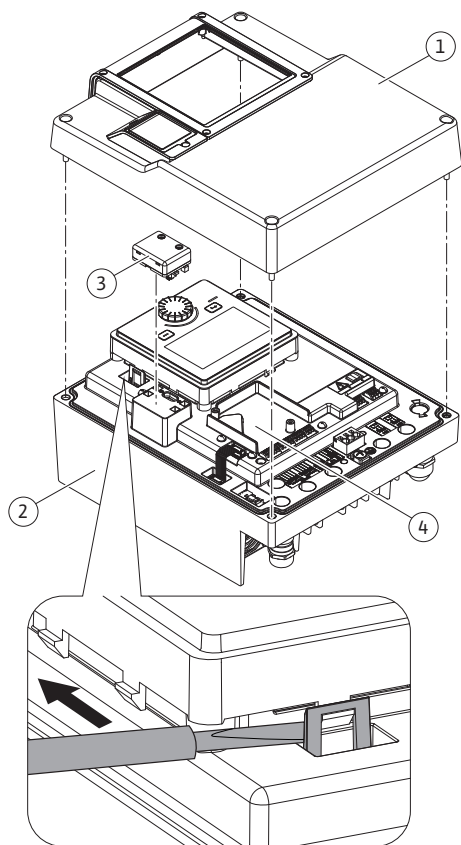
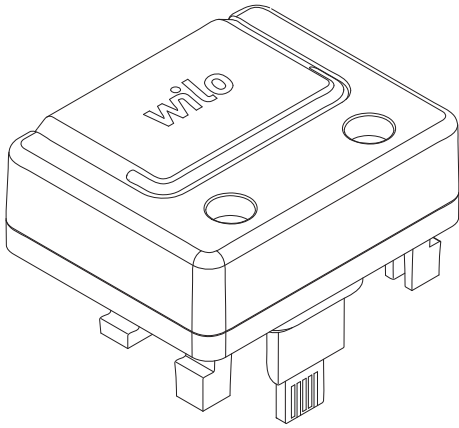

Fig. 25: Modulo elettronico
Fig. 26: Modulo Wilo-Smart Connect BT
1. Aprire con cautela i ganci a scatto (Fig. 25) servendosi di un utensile (ad es. cacciavite).
L'interfaccia Bluetooth del modulo BT Wilo-Smart Connect (Fig. 25, pos. 3 e Fig. 26) serve al collegamento a terminali mobili come smartphone e tablet. Nell'app Wilo-Assistant si trova la funzione Wilo-Smart Connect. Grazie alla funzione Wilo-Smart Connect è possibile comandare e regolare la pompa, nonché leggerne i dati. Per le impostazioni vedi capitolo "Messa in servizio" [► 297].
1. Allentare le quattro viti della parte superiore del modulo elettronico (Fig. 25, pos. 1, Fig. I, pos. 2).
3. Inserire il modulo BT Wilo-Smart Connect nell'apposita interfaccia Wilo-Connectivity Interface. Vedi Fig. 25, pos. 3.
I moduli CIF (accessori) servono alla comunicazione tra le pompe e il sistema di controllo dell'edificio. I moduli CIF sono inseriti nel modulo elettronico (Fig. 25, Pos. 4)